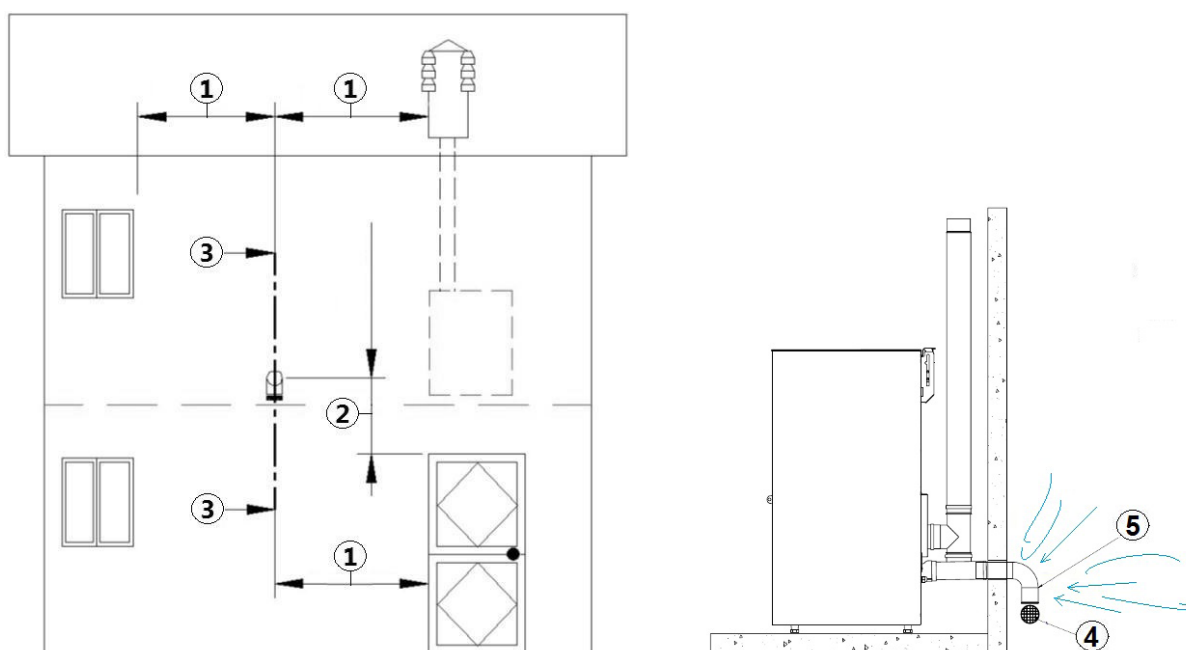

Fig. 7 - Luchtinlaat voor installatie
LEGENDA Fig. 7 op pag. 43
- Tijdens het installeren is het noodzakelijk om de minimale afstanden te controleren voor de inlaat van de verbrandingslucht (zie **Fig. 7 op pag. 43**).
- Op de buitenmuur moet u een bocht van 90° installeren om de aanvoer van verbrandingslucht tegen de invloed van de wind te beschermen: keer de opening van de bocht naar beneden (zie **Fig. 7 op pag. 43**).